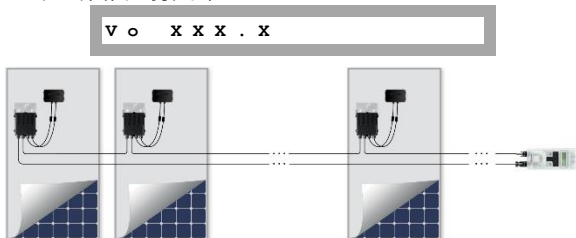

図2: SolarEdgeキーの接続
- 3 パワーオプティマイザのストリングを SolarEdgeキーに接続します (図2参照)。
- 3 パワー最適化のストリングを SolarEdgeキーに接続します (図2参照)。